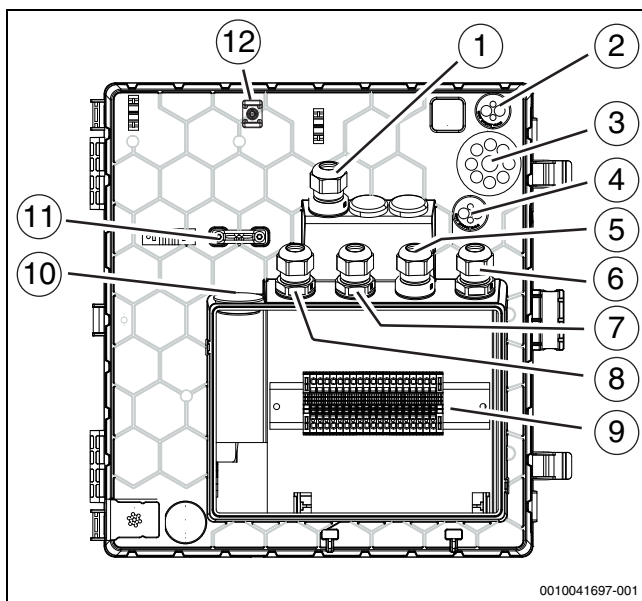

Fig. 27 Passe-câbles sur le boîtier électrique
- Faire passer les câbles dans le boîtier électrique (→Figure 27).
Pour les passe-câbles (→Figure 27 [2], [3], [4], [10]), une petite piqûre dans la membrane suffit, puis les lignes peuvent être enfoncées.
- ▶ Après l'insertion des câbles, serrer les presse-étoupes de câbles (→Figure 27 [1], [5], [6], [7], [8]).
- ▶ Utiliser les points de fixation définis [12] pour fixer les câbles qui ont été insérés dans les entrées (→Figure 27 [2], [3], [4]).